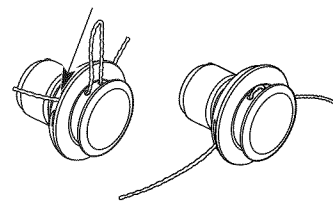

Fig. 17
5. Hale la línea y cerciórese de que la línea esté contra el cubo y que esté totalmente extendida a través de los túneles de posicionamiento (Fig. 17).